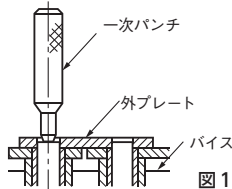

図10. 一次パンチでピンをたたく
- (1) チェーンのサイズに合った一次パンチをグラインダで削ったピンの頭に当て、一次パンチの頭をハンマでたたきます。この際、外リンクの一对のピンが平行に抜けるように交互にたたきます。外プレートからピンが抜ける直前までたたきます。(図10)